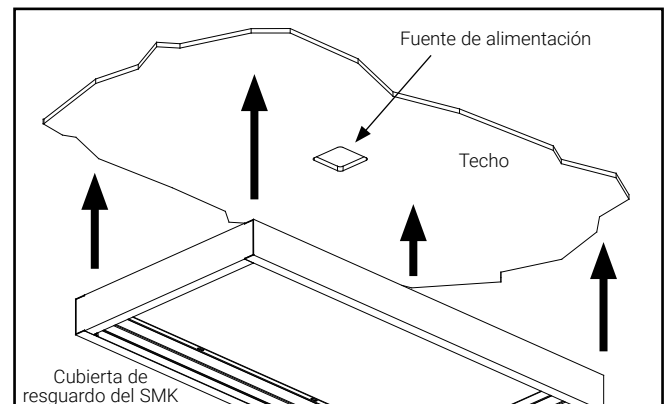

Figura 3
6. Centre o no la fuente de alimentación o la caja de conexiones del conductor de alimentación dentro de la cubierta de resguardo del SMK (Figura 3).
7. Alinee las ranuras ubicadas en cada panel del SMK (A, B, C) con los tornillos de montaje en el techo o la pared (Figura 3). Con un bolígrafo, tiza o herramienta marque las ubicaciones de los tornillos de montaje usando las ranuras como guía. Compruebe que la cubierta de resguardo esté en ángulo recto antes de asegurarla por completo al techo. Las ranuras le permitirán ajustar la cubierta de resguardo una vez que la haya colocado.